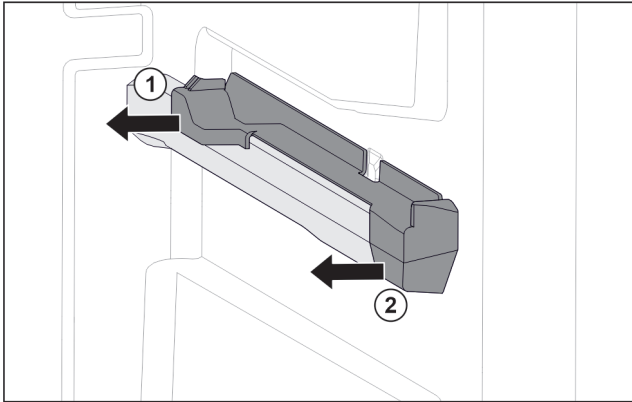

Fig. 114 Вставна частина на правому ребрі для резервуару
- ▶ Відсунути вставну частину назад вбік. Fig. 114 (1)
- ▶ Відсунути вставну частину вперед вбік. Fig. 114 (2)